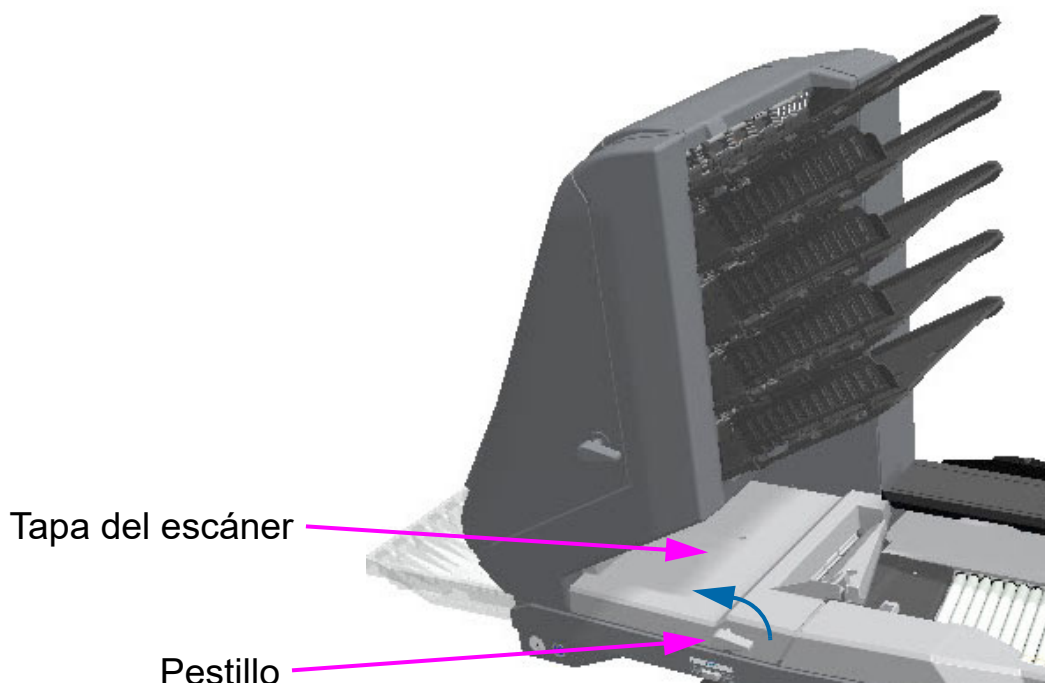

Figura 4-36: Acceso al escáner
1. Gire el pestillo en sentido contrario a las agujas del reloj para liberar la tapa del escáner. La tapa del escáner girará a la posición de apertura (Figura 4-36).